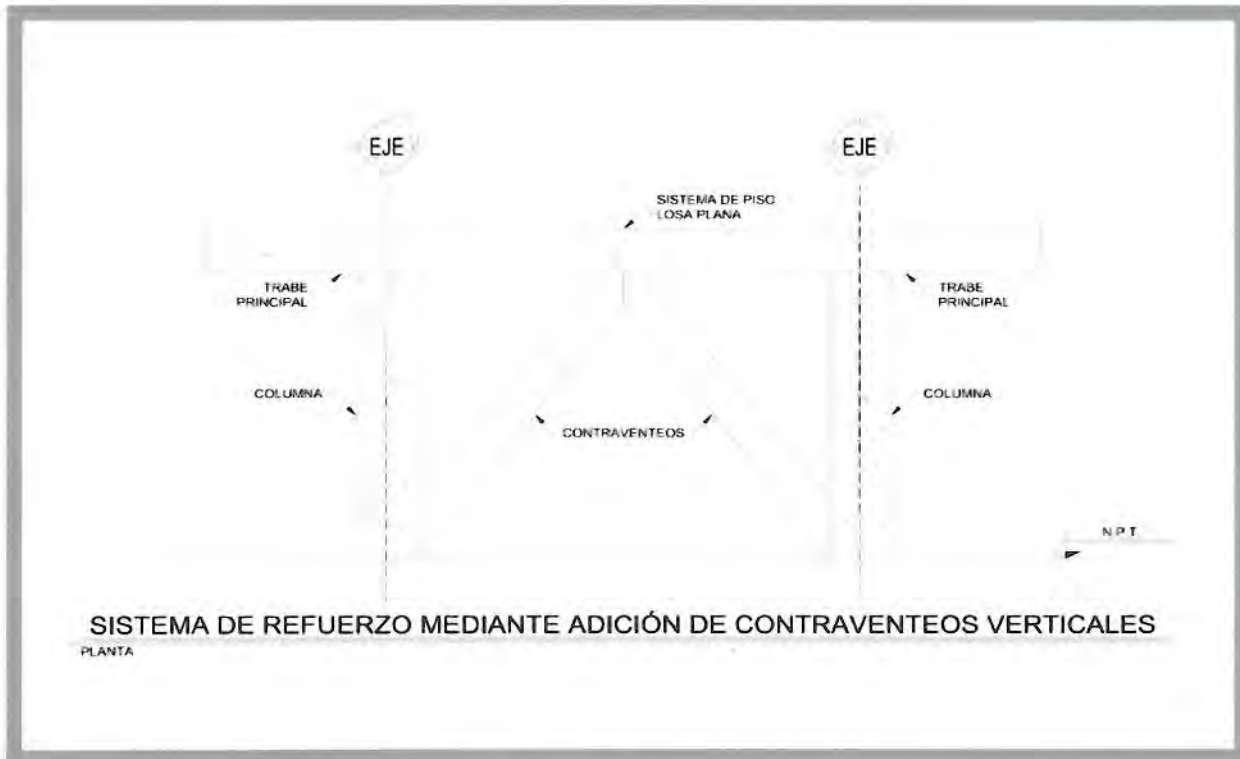

Figura 10
- c) Tomando en consideración que el sistema estructural no es idóneo para resistir fuerzas sísmicas por tratarse de edificaciones con losas planas y de acuerdo al artículo 177 del RCDMX-16, se deberá realizar una revisión cuantitativa de la seguridad y estabilidad estructural de la edificación, con el fin de tener un dictamen numérico con las recomendaciones necesarias derivadas del estudio, que posiblemente consistan en adicionar contravientos de rigidización (véase figura 10).